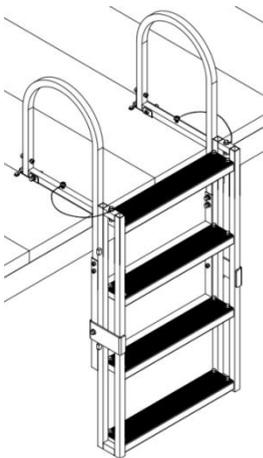

Fig 1
- 7) Platzieren Sie die Leiter ohne Klebeband im Pool (Abb. 1), lassen Sie die Unterseite der Leiter den Boden des Pools berühren und haken Sie die Leiter am Klammergestell ein.